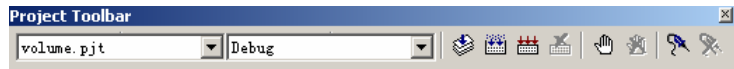

图 5.8 工程工具栏
(2) Project Toolbar(工程工具栏)，如图 5.8 所示，包括选择当前工程、编译文件、设置和移去断点、设置和移去 Probe Point 等功能。